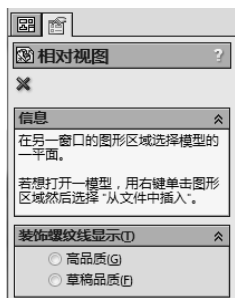

图 8-20 相对视图控制板
- [4] 单击【插入】/【工程视图】/【相对于模型】，出现相对视图控制板，如图 8-20 所示。